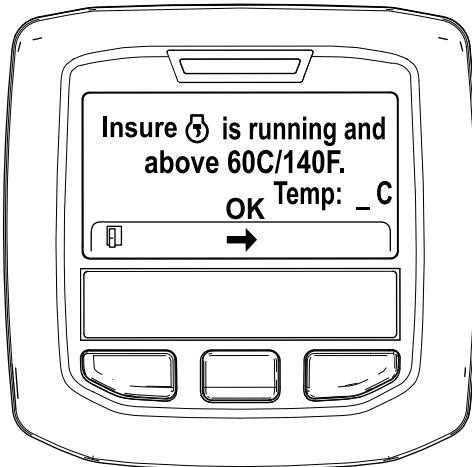

Figura 48
- Se la temperatura del refrigerante è inferiore a 60°C, viene visualizzato il messaggio "Insure is running and above 60C/140F" (Assicurarsi che sia in funzione e sopra 60 °C). (Figura 48).